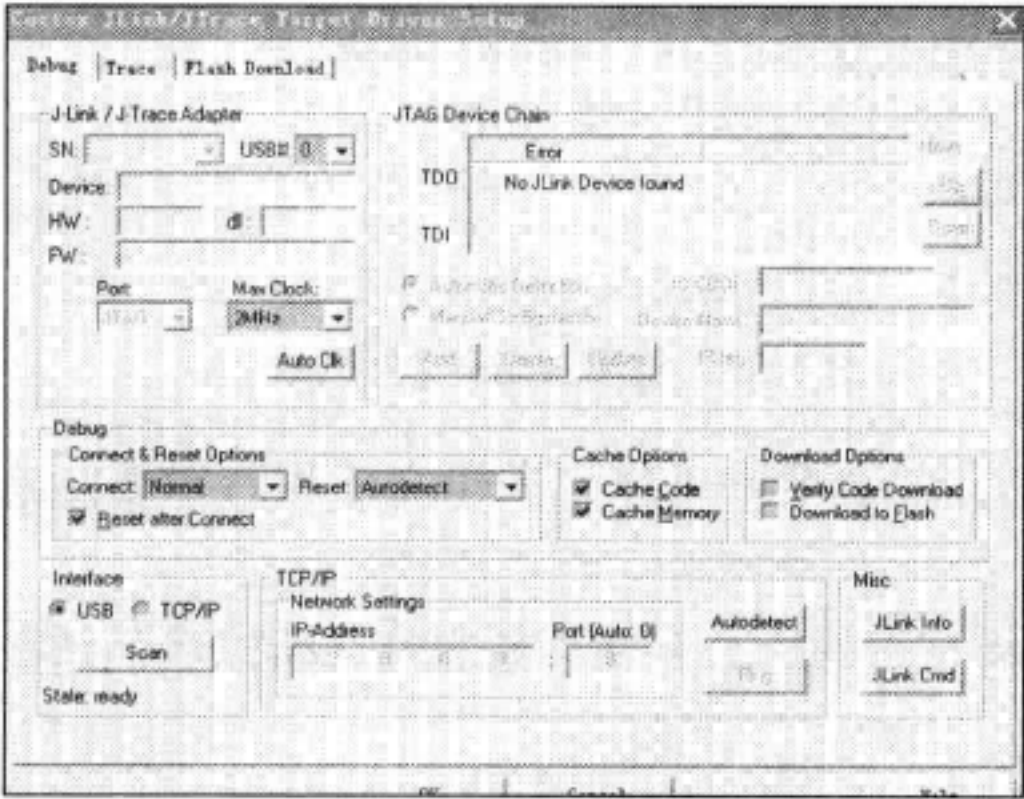

图 3-32 检测不到 CPU 的 ID 错误时的配置界面
- 2) 没检测到 CPU 的 ID 错误，见图 3-32。